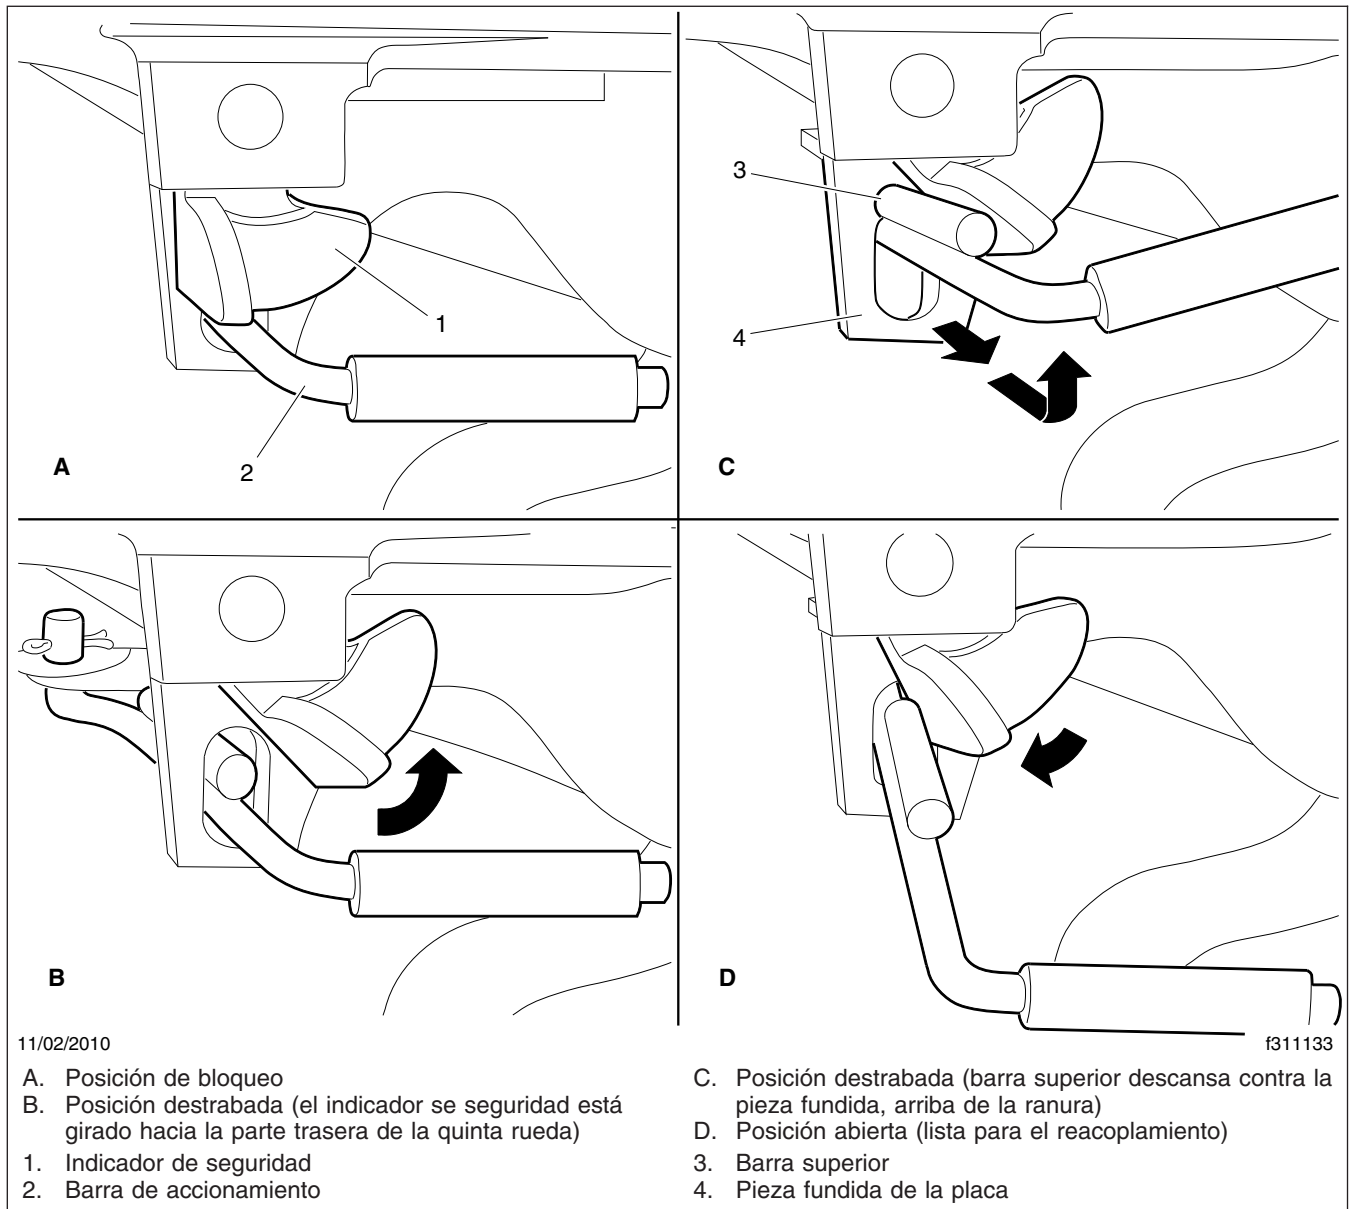

Figura 10.9, Mecanismo de cierre del perno rey Holland
6.2 **Holland:** En la posición de cierre el indicador de seguridad pivota libremente sobre la barra de accionamiento. Vea la Figura 10.9, detalle A.
Para abrir el mecanismo, gire el indicador de seguridad hacia la parte trasera de la quinta rueda. Vea la Figura 10.9, detalle B.
Jale la barra de accionamiento hacia afuera. Cuando el "hombro" de la barra de accionamiento superior esté fuera de la ranura, levante la manija, y ponga el hombro de la barra superior contra la pieza fundida de la placa. Vea la Figura 10.9, detalle C.
La quinta rueda está ahora en la posición destrabada, y lista para desacoplar. Según el tractor se aleja del remolque, el perno rey hace que la mordaza gire, lo cual hace contacto con el cierre. Más rotación de la mordaza hace que el cierre se mueva hacia afuera, y hace que la barra superior vuelva a entrar en la ranura. Vea la Figura 10.9, detalle D. La quinta rueda está lista ahora para acoplar.